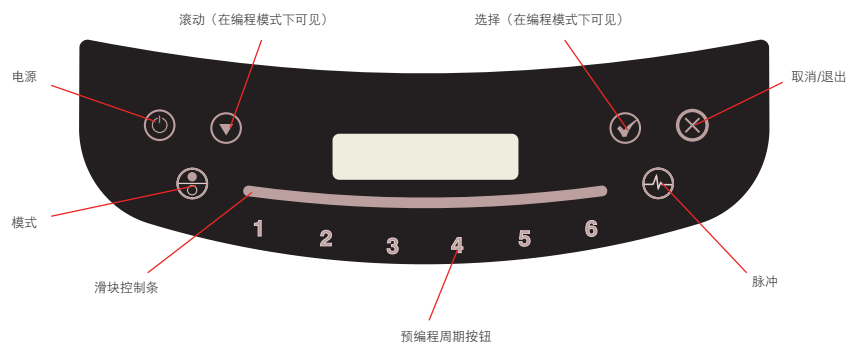

图 7.控制面
- 触摸模式图标 , 进入自动操作模式, 控制面上将显示数字 1-6 (参见图 7)。LED 显示屏将显示出当前已选择的设置。(要启用不同设置, 请参见第 5.4.1 节)